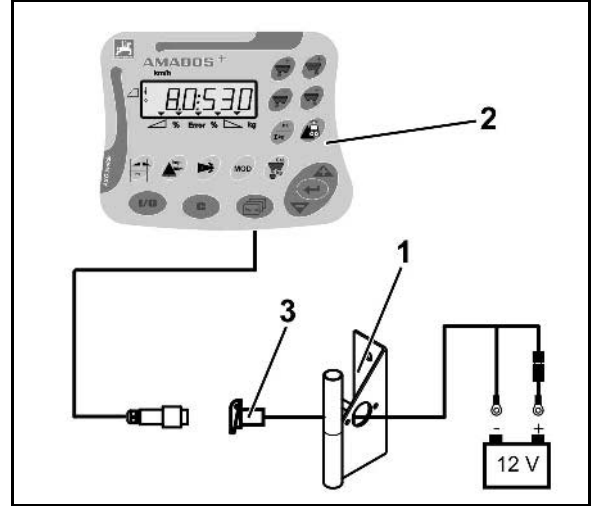

Fig. 16
Konsol (Fig. 16/1) kabin içinde sürücünün sağ tarafındaki görme ve tutma alanına salınımsız ve elektriği iletir konumda monte edilmelidir. Telsiz ve telsiz anteni arasındaki mesafe en az 1 m olmalıdır.
1. Bilgisayar ile tutucu (Fig. 16/2) konsol borusuna yerleştirilir.
2. Akümülatör bağlantı kablosu (Fig. 16/3) burcu konsola sabitlenmelidir.